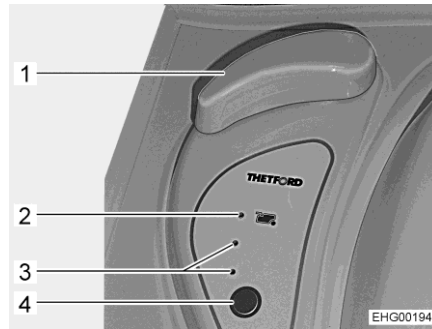

Bild 162 Bedienelemente der Toilette
Schieber öffnen: ■ Drehgriff (Bild 162,1) drehen.
Schieber schließen: ■ Drehgriff (Bild 162,1) zurückdrehen.
Spülen: ■ Vor dem Spülen den Schieber der Thetford-Toilette öffnen. Dazu den Drehgriff (Bild 162,1) drehen.
■ Zum Spülen den blauen Spülknopf (Bild 162,4) drücken.
■ Nach dem Spülen den Schieber schließen. Dazu den Drehgriff (Bild 162,1) zurückdrehen.
Die Kontroll-Leuchten (Bild 162,3) zeigen den Füllstand des Fäkalientanks an. Wenn die rote Kontroll-Leuchte (Bild 162,2) leuchtet, muss der Fäkalientank entleert werden.